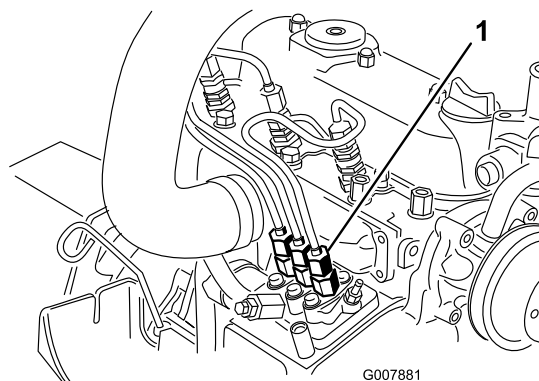

Figure 50
1. Placez un chiffon sous le raccord du tuyau allant de la pompe d'injection à l'injecteur n° 1, comme illustré à la Figure 50.